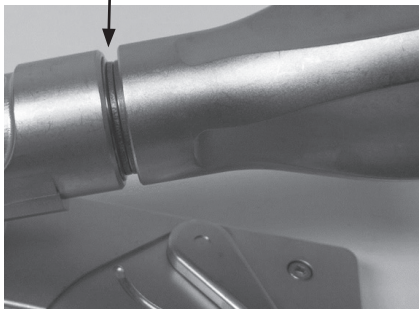

Рисунок 6 — Пример сомкнувшихся зажимных шайб
3. Расположите вспомогательное устройство требуемым образом. Поверните основную рукоятку по часовой стрелке до закрытия промежутка между зажимными шайбами, как показано на рис. 6. Закрытие промежутка между зажимными шайбами свидетельствует о достижении требуемого натяжения тросика (см. следующий рисунок).